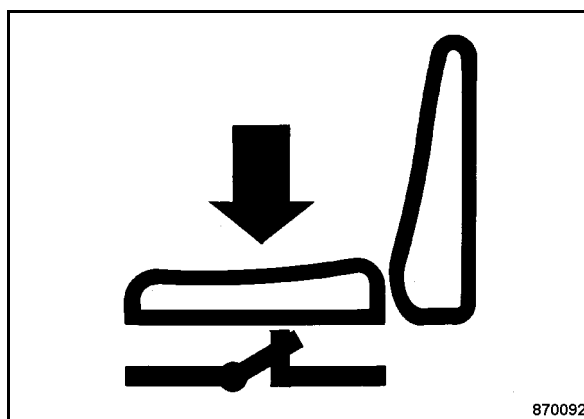

Fig. 40
- Sentarse en el asiento de conductor (Fig. 40) y bajar el reposabrazos, si fuese necesario.